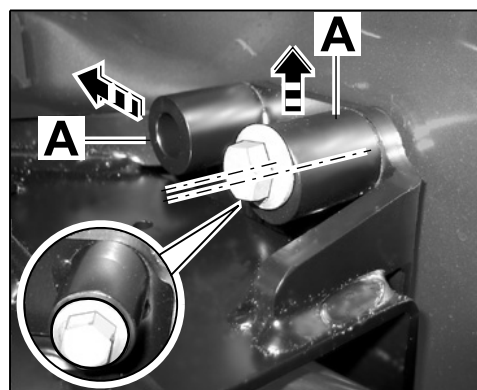

Рис. 9
2.1.2 Выровнять направляющие винтов тягово-сцепного устройства (⇒ *Рис. 9 -А-*) симметрично по отношению к 8 головкам винтов M12 x 1,5 x 100 (⇒ *Рис. 9 -стрелки-*).